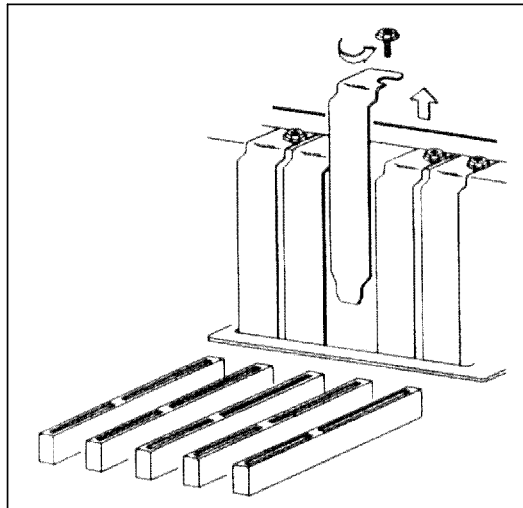

Figure 1
- ◆ Retirez la plaque de protection de l'un des emplacements libres du BUS ISA (Voir figure 1) .